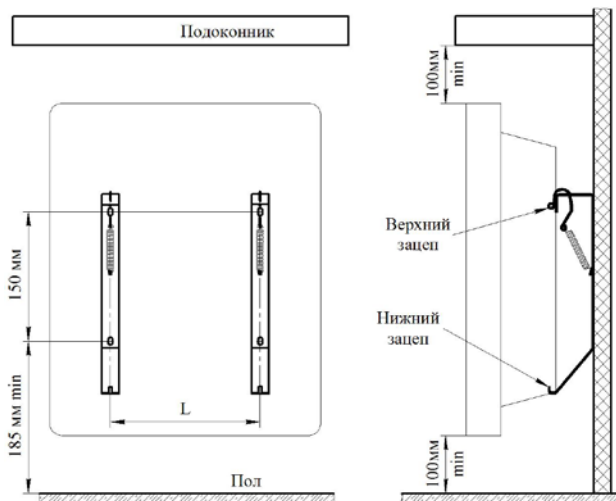

Рис. 3
5.4 Для стационарной установки конвектора выполните на стене разметку под крепёжные отверстия (см. рис. 3, табл. 2) и закрепите кронштейны для установки конвектора, любым доступным способом, обеспечив надёжное крепление конвектора в течение всего срока эксплуатации и соблюдая минимальные расстояния от поверхностей конвектора до предметов окружающей обстановки, как показано на рисунках 4, 5 (расстояния даны в сантиметрах).